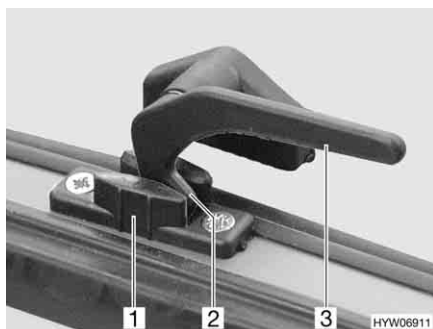

Fig. 61 Levier de verrouillage en position "Aération permanente"
- En position "Aération permanente" (Fig. 61)
- Tourner le levier de verrouillage (Fig. 61,3) d'un quart de tour vers le centre de la fenêtre.
- Tourner le levier de verrouillage d'un quart de tour vers le cadre de la fenêtre. Le tenon de verrouillage (Fig. 61,2) doit pénétrer alors dans le logement prévu à cet effet dans le verrouillage de fenêtre (Fig. 61,1).